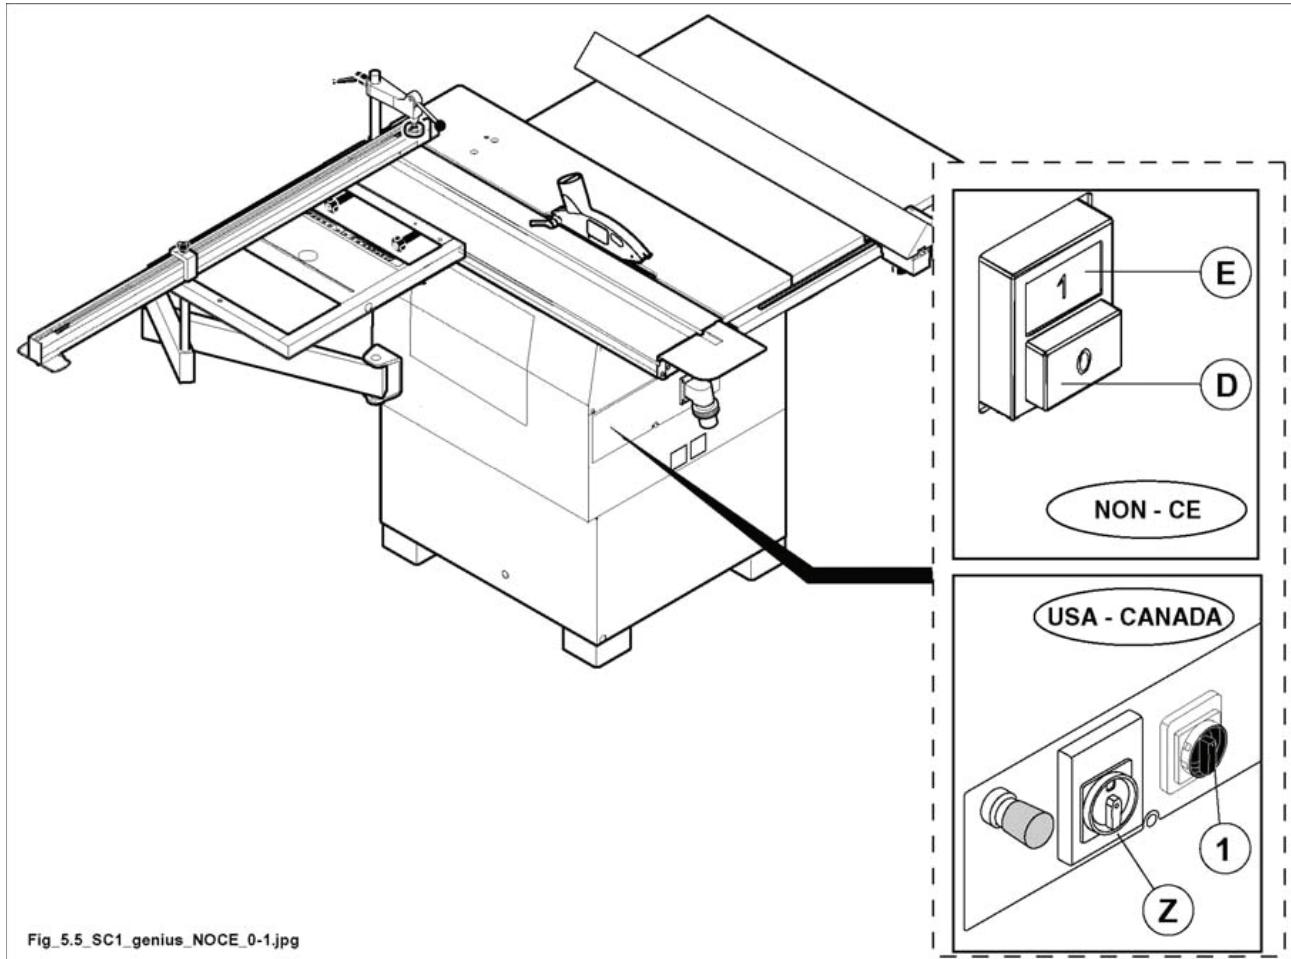

Рис. 5.5
- 1) Нажать кнопку E (рис. 5.5).
- повернуть на I (ВКЛ) главный выключатель с замком (1 рис. 5.5).
- Повернуть выключатель (Z рис. 5.5) в положение "I".
- 1) Нажать кнопку D (рис. 5.5).
- Повернуть выключатель (Z рис. 5.5) в положение "0".
- Повернуть на 0 (ВыКЛ) главный выключатель с замком (1 рис. 5.5).